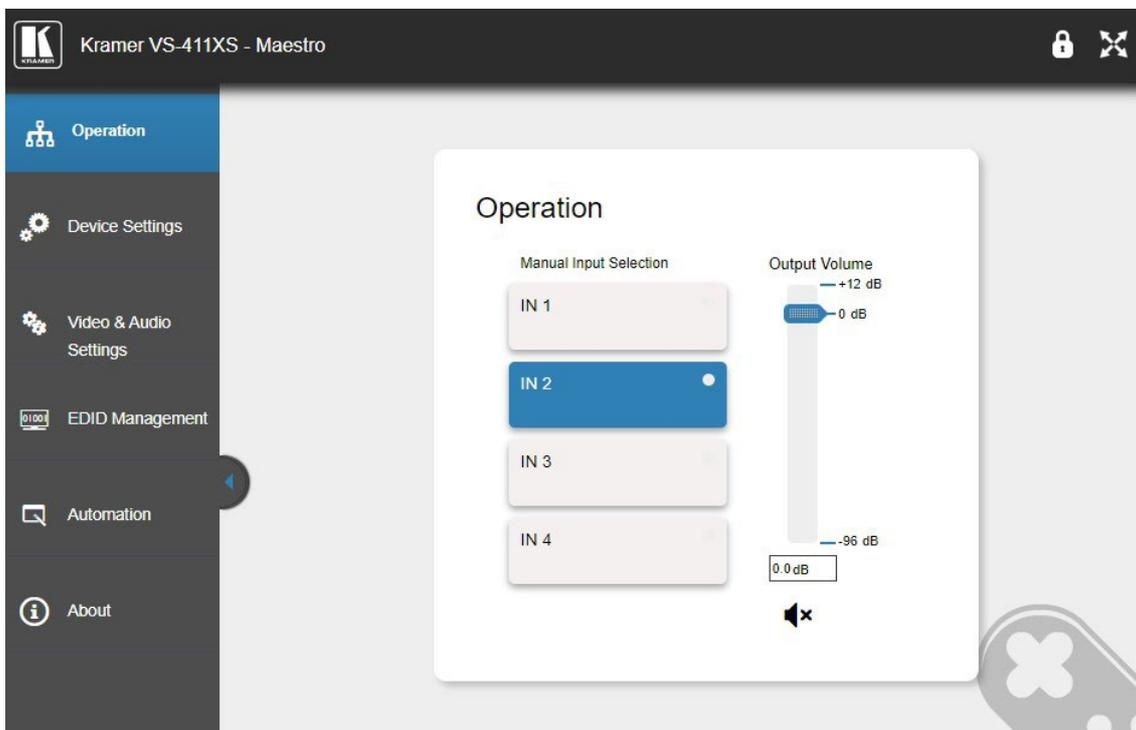

図18：左側にナビゲーションリストが表示された操作ページ
1. ナビゲーションリストの **Operation** をクリックします。Operation ページが表示されます (図18)。
す (図18)。